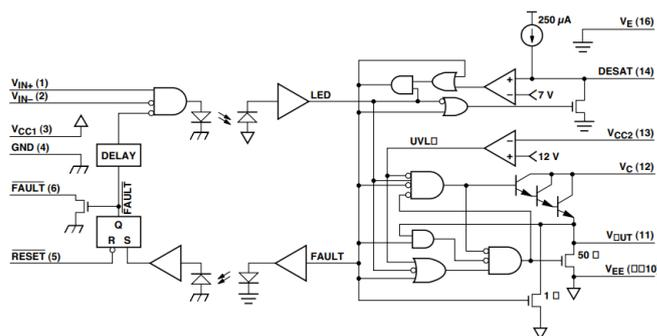

図 5
316J も IGBT 駆動に広く使用されている Vce 検出機能付きフォトカプラですが、PC929 との最大の違いは、外部アンプを必要とせず150A クラスのモジュールを直接駆動できることです。保護メカニズムは PC929 と非常に似ています。詳細については図 5 を参照してください。IGBT がオフになると、DESAT (14) は高速 MOSFET を介してグランドにプルダウンされます。IGBT がオンになると、MOSFET はオフになります。ピン 14 を充電すると、電圧は +7V 以上に上昇し、316J によって保護されます。PC929 は Vcc を使用して抵抗を介してコンデンサを充電しますが、316J は内部電流源を通じて定電流源で直接コンデンサを充電するため充電時間は正確に計算出来ます。